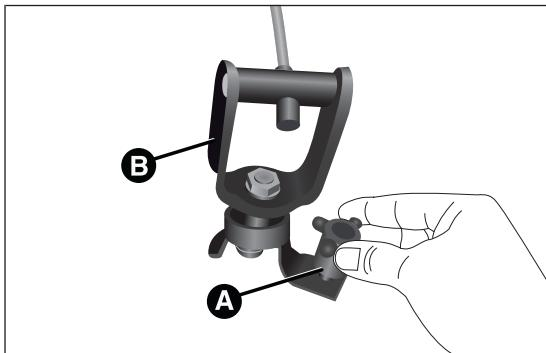

fig. 38
- riavvitare il dispositivo A fig. 38 sul supporto di fissaggio B;